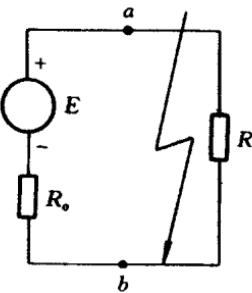

图 2-5 短路
2. 短路 短路就是电源未经负载而直接联成闭合回路。如图 2-5 电路所示，当  $a$  点与  $b$  点直接相联时，则电源  $E$  被短路。这时电路中流过的电流叫作短路电流  $I_s$ 。由于这时电路中的电流不通过负载，回路中只有很小的电源内阻  $R_o$ ，所以短路电流很大。